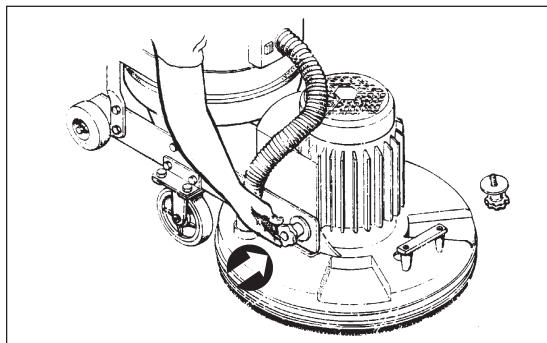

Abbildung 6
3. Montieren Sie die Schleifeinheit am Wagenrahmen, indem Sie die zwei Handknöpfe durch den Rahmen an der Schleifeinheit befestigen (siehe Abbildung 6). Verwenden Sie dabei die Exzenter am Wagenrahmen, um die Schleifeinheit ordnungsgemäß am Wagenrahmen auszurichten. Richten Sie die Haken auf den Distanzscheiben mit denjenigen auf dem Rahmen aus: eines rechts, zwei links.